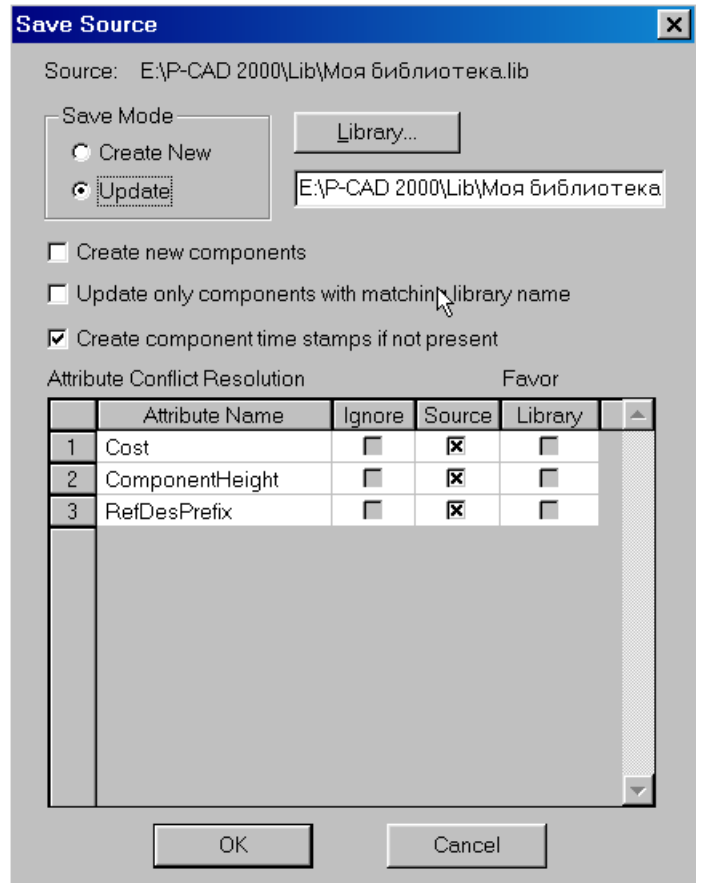

Рис. 8-9. Обновление существующей библиотеки
2) На панели **Save Source** (рис. 8-9) в рамке *Save Mode* установите флажок *Update* (обновить).